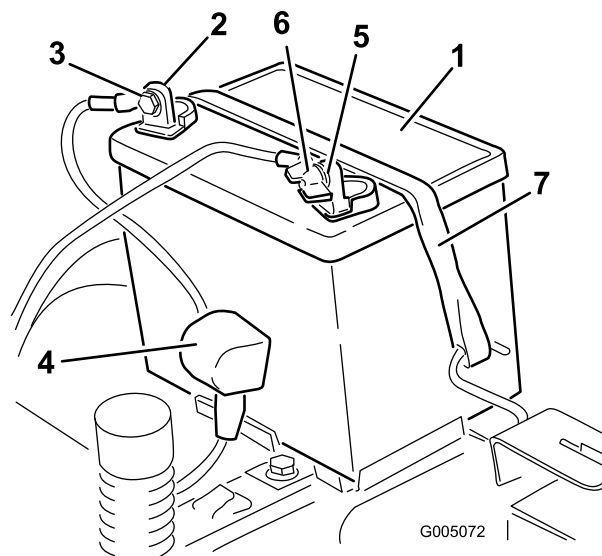

Figure 34
5. Repoussez le capuchon en caoutchouc sur le câble positif (rouge). Débranchez le câble positif (rouge) de la borne de la batterie (Figure 34). Mettez les fixations de côté.
6. Enlevez la sangle de maintien de la batterie (Figure 34) et ôtez la batterie de son support.
4. Débranchez le câble négatif (noir) de mise à la masse de la borne de la batterie (Figure 34). Mettez les fixations de côté.
1. Placez la batterie dans son support (Figure 34).
5. Fixez la batterie en place à l'aide de la sangle de maintien (Figure 34).